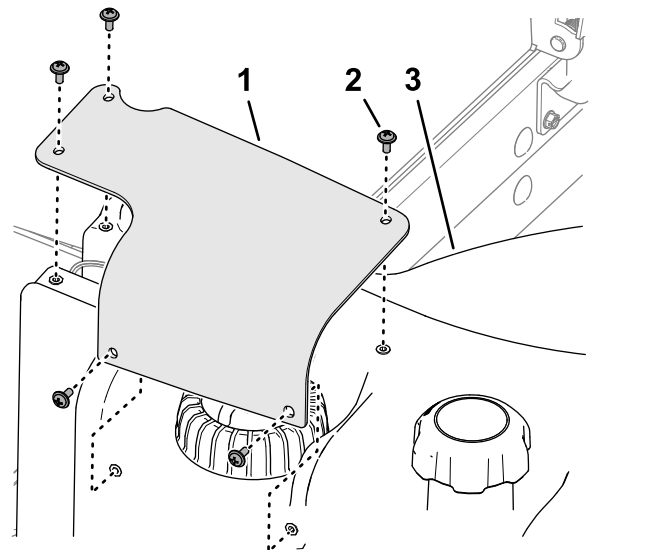

Figura 90
7. Alinee los orificios de la tapa del sensor de combustible con los orificios del depósito de combustible, y sujete la tapa al depósito con los 5 tornillos Phillips (Figura 90).